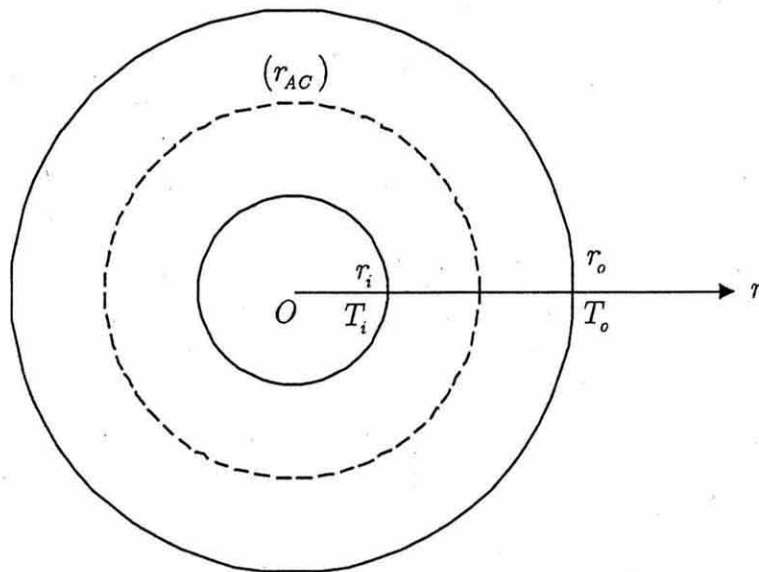

図 3
(2) 図 3 に示すように、内半径  $r_i$ 、外半径  $r_o$  で、内表面温度が  $T_i$ 、外表面温度が  $T_o$  に保たれた十分長い円筒状の保温材について考える。いま、保温材として熱伝導率が異なる 3 種類の材料 A, B, C があり、材料 B の熱伝導率を  $k_B$  としたとき、材料 A および材料 C の熱伝導率  $k_A$  および  $k_C$  は、それぞれ  $k_A = 0.5k_B$ 、 $k_C = 2k_B$  の関係がある。保温材内の温度は半径方向座標  $r$  のみに依存し、定常一次元問題として扱えるものとして、以下の問に答えよ。